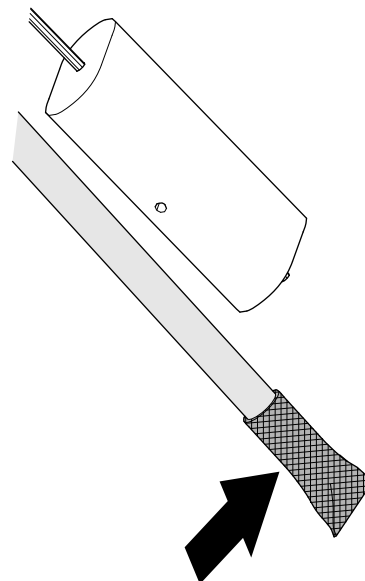

Рисунок 92
1. Очистите сетчатый фильтр на конце топливозаборной трубы (Рисунок 92).